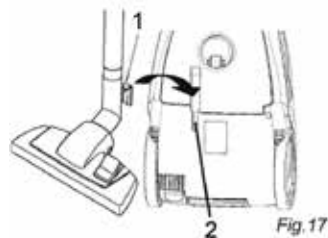

Fig. 17
- Vid förvaring av dammsugaren kan du haka fast kroken för parkering/förvaring (bild 17/1) i förvaringshållaren (bild 17/2) på enhetens undersida.